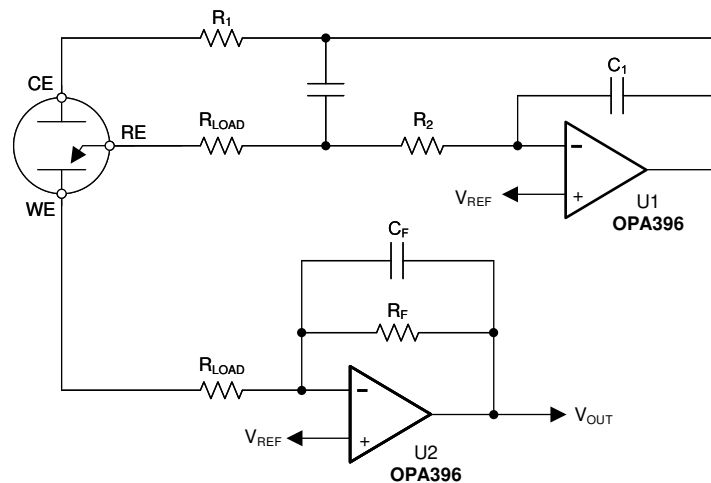

图 8-1. 三端 CO 气体传感器
图 8-1 显示了一个与三端非偏置 CO 传感器配合使用的简单低功耗恒电位仪电路。该设计同样适用于许多其他类型的三端气体传感器或电化学电池。基本传感器具有三个电极：感应或工作电极 (WE)、计数器电极 (CE) 和参考电极 (RE)。电流在 CE 和 WE 之间流动，其大小与检测到的浓度成正比。RE 监测内部参考点的电势。对于非偏置传感器，必须通过调节 CE 上的偏置将 WE 和 RE 保持在相同的电势。通过由 U1 形成的恒电位仪电路，伺服反馈操作会将 RE 引脚保持在由  $V_{REF}$  设置的电势。由于传感器的大电容， $R_1$  可保持稳定。C1 和 R2 形成恒电位仪积分器并设置反馈时间常数。U2 形成跨阻放大器 (TIA)，以将产生的传感器电流转换为与之成正比的电压。跨阻增益和最终的灵敏度由  $R_F$  根据方程式 1 进行设置：